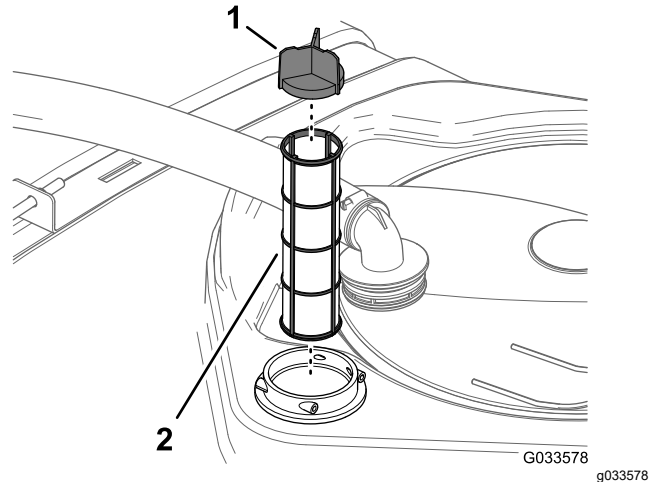

Figure 50
4. Sortez la crépine d'aspiration du logement du filtre dans la cuve (Figure 50).